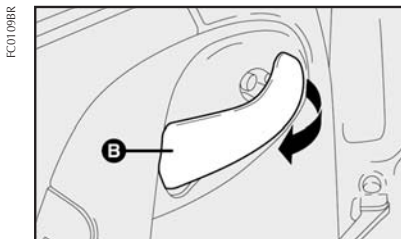

fig. 95
- Para abrir a porta, puxar a alavanca de abertura **A-fig. 95**.